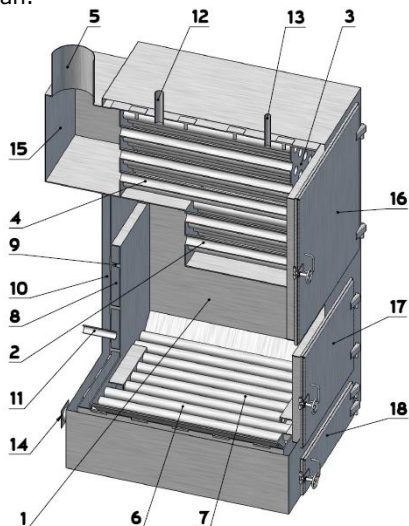

Рис. 1 Устройство котла «Лагуна»
Котел (рис. 1) состоит из камеры горения (поз. 1), труб первичного прохождения газов (поз. 2), камеры дымообменника (поз. 3), труб вторичного прохождения газов (поз. 4), дымохода (поз. 5). Внизу камеры горения расположена группа водных (поз. 6) и сухих (7) колосников. Водная камера (поз. 8) изготовлена таким образом, что теплоноситель (вода) омывает стенки камеры горения и трубы, через которые проходят продукты горения. Таким образом, осуществляется более полная передача тепла, сгенерированного в камере горения, теплоносителю. Стенки камеры горения и водного контура связаны между собой удерживающими прутами (поз. 9), что предотвращает деформацию стенок под воздействием давления теплоносителя. Между стеками водного контура и внешней обшивкой проложена минеральная вата (поз. 10). Вода подается через входной патрубок (поз. 11), отбор происходит через выходной патрубок (поз. 12). Поз. 13 – патрубок подключения группы безопасности котла. Поз. 14 – патрубок крепления вентилятора наддува. Поз. 15 – технологическая стенка чистки котла. Поз. 16 – дверца дымообменника, поз. 17 – дверца камеры горения, поз. 18 – дверца поддувала. Также в задней части котла расположен предохранительный клапан.